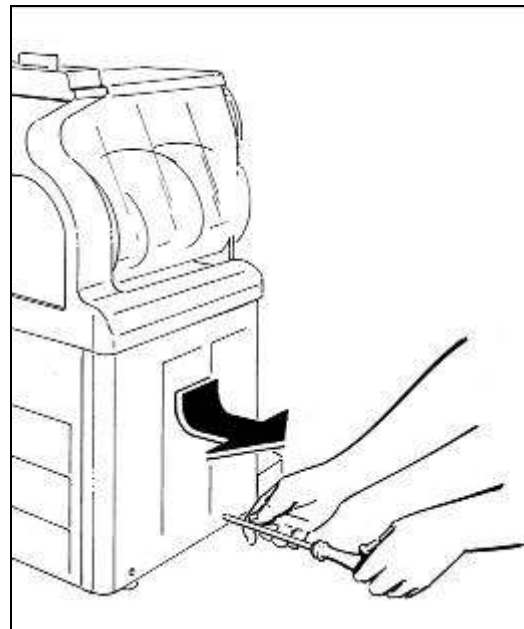

Fig. 29
- Per la GT2: rimuovere il pannello laterale sinistro svitando le due viti che lo trattengono nella sua parte inferiore (fig.29);